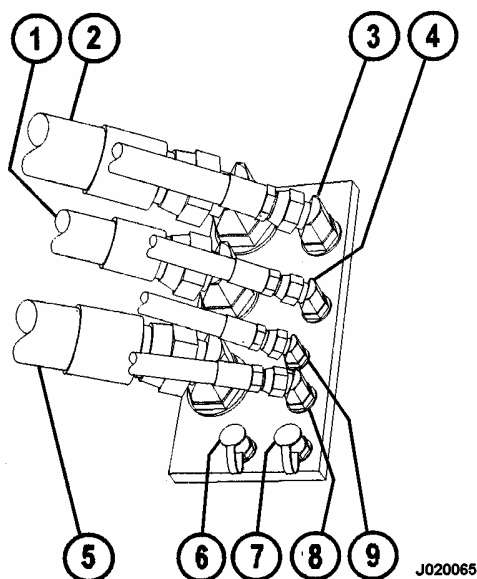

FIGURA 4-3. MANGUERAS DEL FRENO TRASERO
21. Mueva ambos indicadores de presión de  $20.685$  kPa ( $3000$  psi) a las lumbreras de prueba "LBP" (7, Figura 4-3) y "RBP" (6) en el múltiple en el lado izquierdo de la caja del eje trasero.